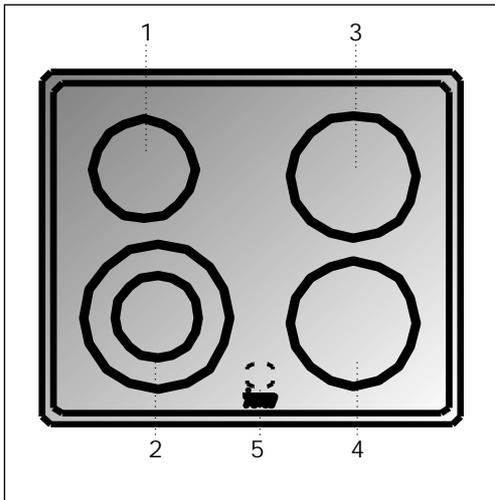

fig. 7
**Modelo VTC DC** (ver fig. 7)